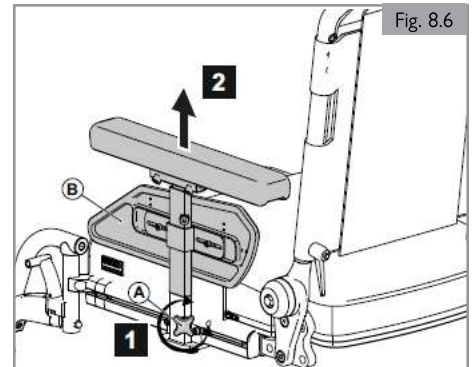

Fig. 8.6
**8.5 Reposabrazos extraíbles en forma de T****Cómo extraer el conjunto del reposabrazos (Fig. 8.6)**